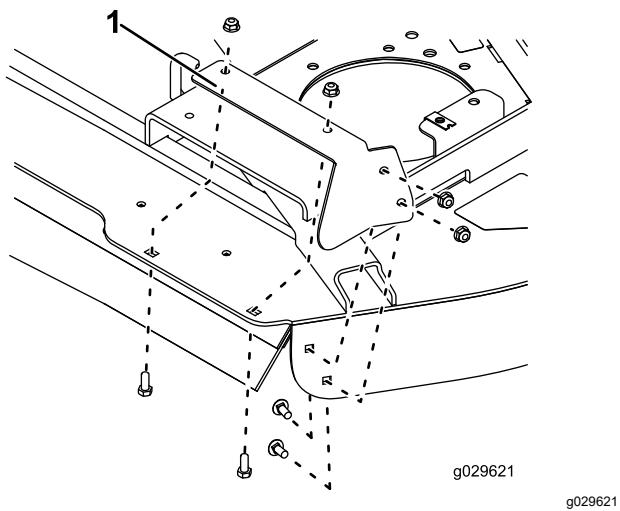

Figure 12
7. Fixez le protège-pieds droit en haut et sur le côté du plateau de coupe à l'aide de 4 boulons de carrosserie (5/16 x 3/4 po) et 4 écrous (5/16 po), comme montré à la Figure 12.